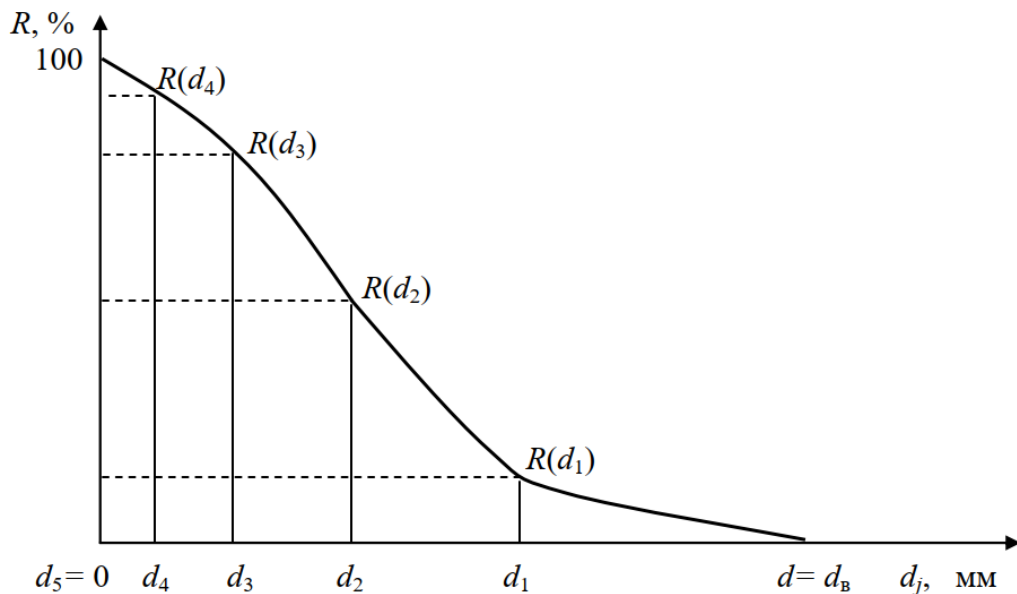

Рис. 3. Кривая распределения измельченного материала: $R(d_1) = x_1 100$;
5. По результатам ситового анализа представляют интегральную функцию распределения измельченного материала по диаметрам частиц $R(d_j)$ (рис. 3).